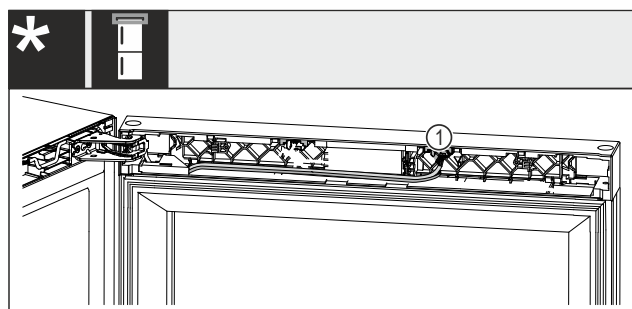

Fig. 19 Kombinált borhűtő-fagyasztókészülékek
- ▶ Húzza ki a dugót Fig. 19 (1) a házából.